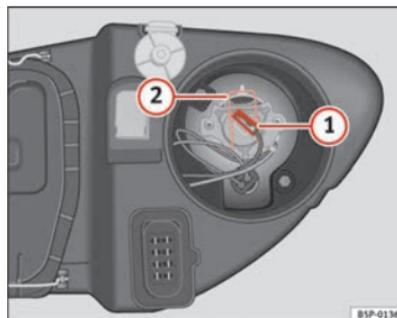

Fig. 191 Luz de carretera
- Extraiga el conector ⇒ fig. 191 ① de la lámpara.
- Presione el resorte ⇒ fig. 191 ② hacia dentro y hacia la derecha.